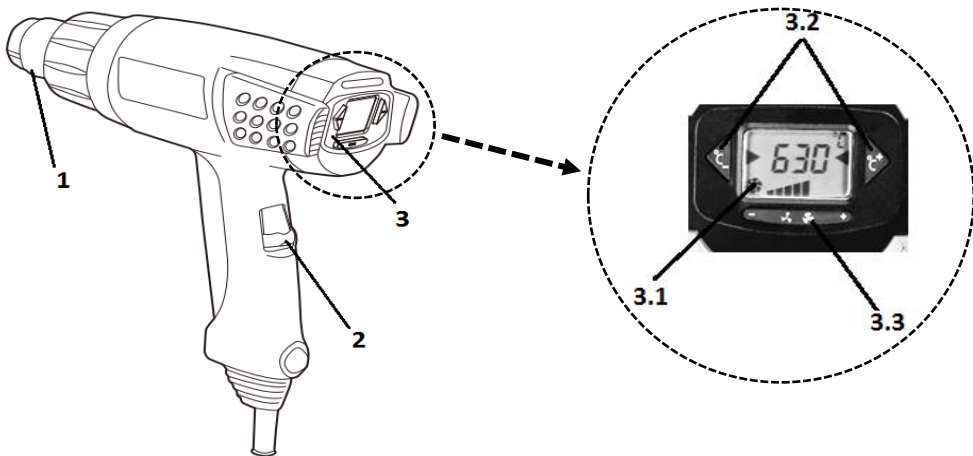

Рисунок 1
2.2.1 Конструкція виробу вміщена в корпус з термостійкого пластику і складається з наступних основних частин: нагрівального блоку в складі нагрівального елемента спірального типу в термоізолюючому кожусі з вихідним сталевим соплом нагрітого повітря (1); компресорного блоку у складі колекторного двигуна змінного струму з відцентровою повітряною крильчаткою; перемикач/вимикач температурних режимів (2) з цифровим регулятором (3), – згідно рис.1. Електрична частина виробу складається з колекторного однофазного електродвигуна змінного струму, перемикача електроструму, електронного блоку управління з регулятором температури, з'єднувальних проводів і мережевого шнура. Захист від ураження електричним струмом користувача у виробу відповідає класу II за ДСТУ EN 61140:2015.